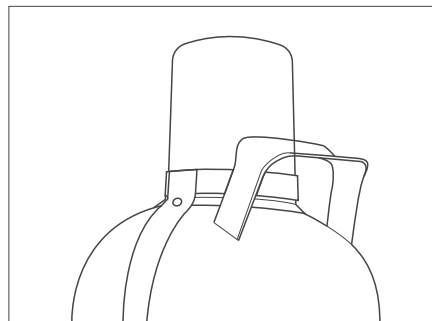

Bild 36 Gasflasche im Fahrbetrieb (Abb. ähnlich)
- Schutzhaube auf die Gasflasche setzen (Bild 36).